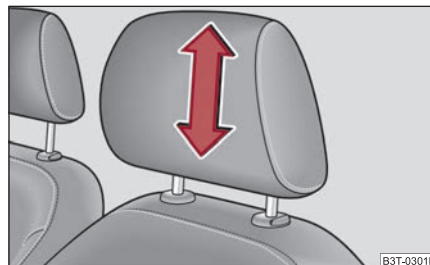

Fig. 79 Reglarea tetierei
- Cuprindeți tetiera cu ambele mâini de părțile laterale și trageți în sus ⇒ fig. 79.